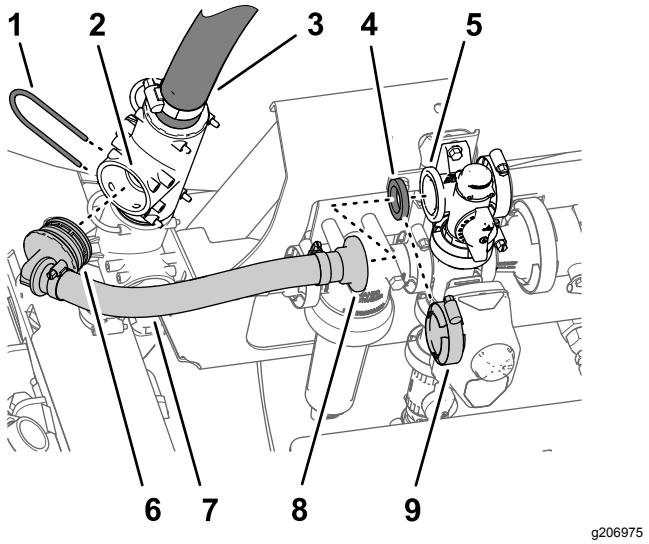

図8
- 新しい攪拌バイパスホースアセンブリのバーク付き90°フィッティングを、上側T字フィッティングの空いているポートに整列させて90°フィッティングをT字フィッティングの奥まで完全に入れる図8。
2. バーク付き90°フィッティングを、リテーナ付きT字フィッティング図8ステップ2ホースを取り外す(ページ5)で外したものに固定する。
3. 新しい攪拌バイパスホースアセンブリのフランジ付きストレートフィッティングとガスケットを、バイパスバルブのフランジに合わせる図8。
4. フランジクランプ図8ステップ2ホースを取り外す(ページ5)で外したものを使って、フランジ付きストレートフィッティングとガスケットを固定する。